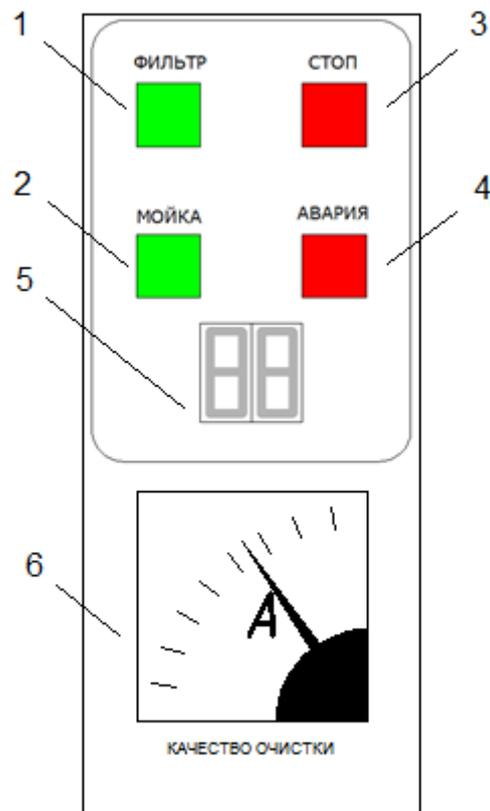
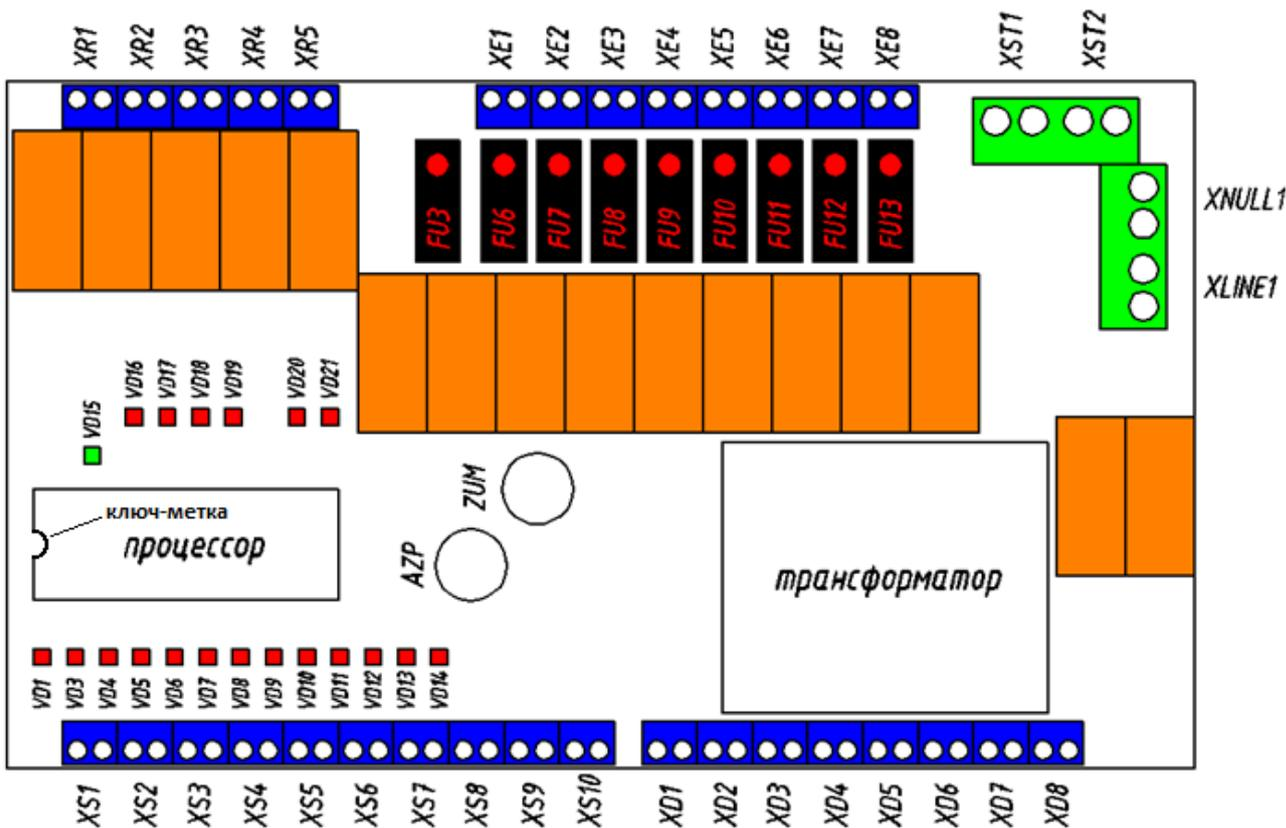

Рис. 4. Панель управления и индикации
Рис. 8. Плата управления Газоконвертора
- Светится кнопка «ФИЛЬТР» (Рис. 4, поз. 1)
- Цифровой индикатор (Рис. 4, поз. 5) погашен
- Светится кнопка «МОЙКА» (Рис. 4, поз. 2)
- На цифровом индикаторе (Рис. 4, поз. 5) высвечиваются коды «1-8»
- На цифровом индикаторе (Рис. 4, поз. 5) высвечиваются коды «9-11»
8.5. Сработал автомат защиты ТЭН	<ul style="list-style-type: none"> • Включить автомат, нажав кнопку (Рис. 8, поз. FU3) • Прозвонить ТЭНы • В случае неисправности ТЭН, заменить его
11.5. Повреждение программы процессора	<ul style="list-style-type: none"> • Заменить микросхему процессора • Расположение микросхемы – Рис. 8
15.2. Установлен процессор с нештатной программой (малое время дозирования моющего средства)	<ul style="list-style-type: none"> • Заменить процессор • Расположение микросхемы – Рис. 8
18.3. Вышел из строя индикатор кнопки «СТОП»	<ul style="list-style-type: none"> • Заменить кнопку (Рис. 4, поз. 3)
В режиме «СТОП» (светится кнопка «СТОП») вращать ручку селектора (Рис. 8 поз AZP) до появления на цифровом индикаторе (Рис. 4, поз. 5) необходимого кода. При этом кнопка «СТОП» погаснет. Для запуска выбранной операции нажать кнопку «ФИЛЬТР»
Для выхода из ручного режима нажать и удерживать 2 сек кнопку «СТОП» для остановки текущего процесса, затем повернуть ручку селектора (рис. 8, поз. AZM) в любое крайнее положение (кнопка «СТОП» засветится).